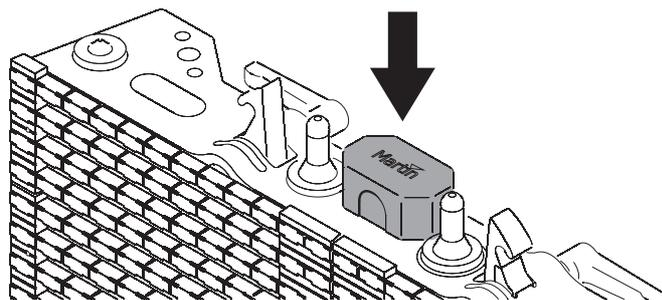

Figure 3: Capuchon du connecteur
5. Retirez le capuchon en caoutchouc (voir Figure 3) et réservez-les pour les réinstaller.